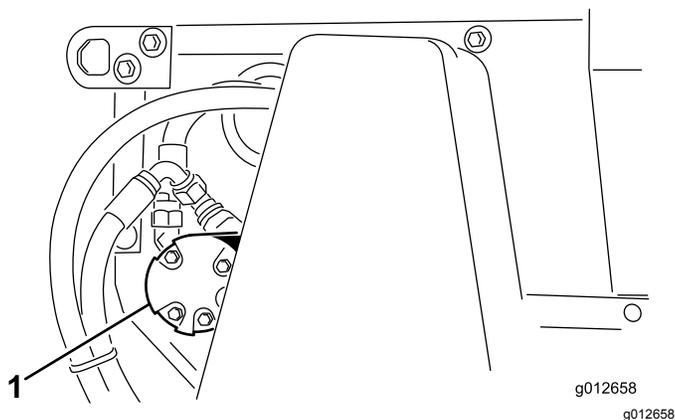

Figura 39
- Desaperte as porcas que prendem o motor da escova (Figura 39) ao lado esquerdo da máquina.